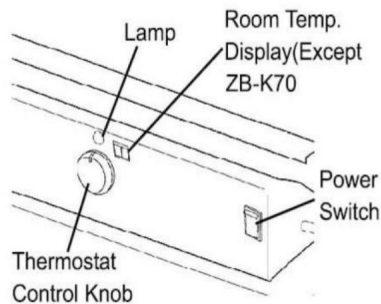

Fig.5. Pannello di controllo per tutti i modelli
4. Ruotare la manopola di controllo del termostato sull'impostazione della temperatura desiderata. IL l'intervallo di impostazione va da 40 °F a 110 °F. Spingere l'interruttore di alimentazione in posizione "ON" (Fig.5). La spia di alimentazione e il display della temperatura ambiente (Solo DG-K100) si accenderà e il riscaldatore si avvierà.